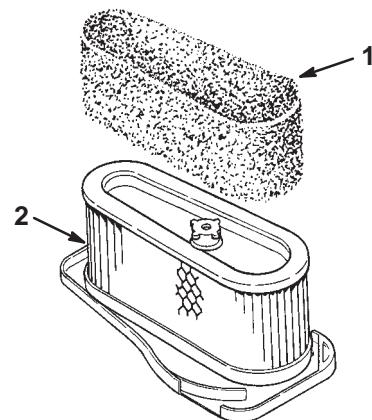

Bild 19
| 4. Schieben Sie den Schaumeinsatz vorsichtig vom Papiereinsatz herunter (Bild 19). | |
1. Schieben Sie den Schaumeinsatz vorsichtig auf den Papiereinsatz (Bild 19).